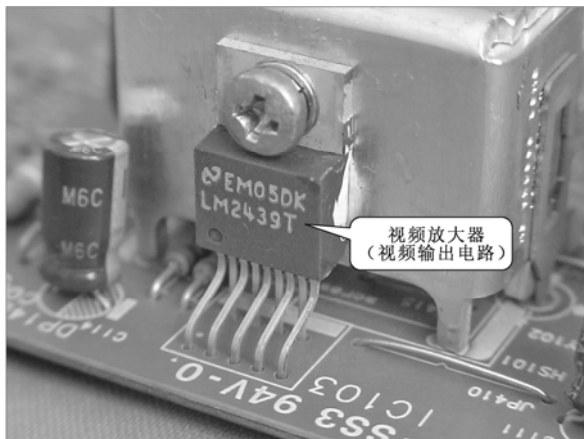
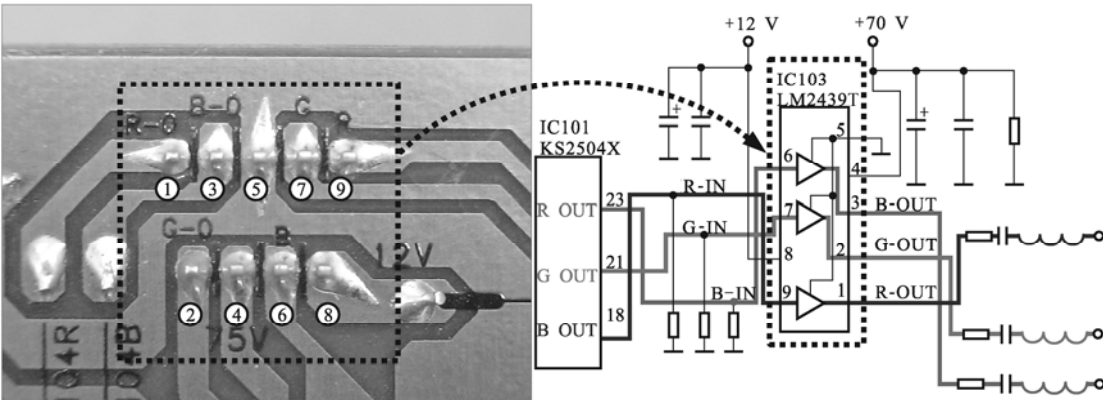

图 2-78 视频放大器 IC103 的实物外形图
图 2-79 视频放大器 IC103 的引脚焊点与电路对照图
上述检测结果说明由于视频放大器的③脚无 B 信号输出,此时不能直接判断为集成电路 LM2439T 损坏,还要检测其输入端的信号波形是否正常,即由视频预放集成电路送来的 B 信号波形是否正常。图 2-78 为视频放大器 IC103 的实物外形图。图 2-79 为视频放大器 IC103 的引脚焊点与电路对照图。表 2-8 列出了集成电路 LM2439T 各引脚功能,可作为检测时的参考资料。